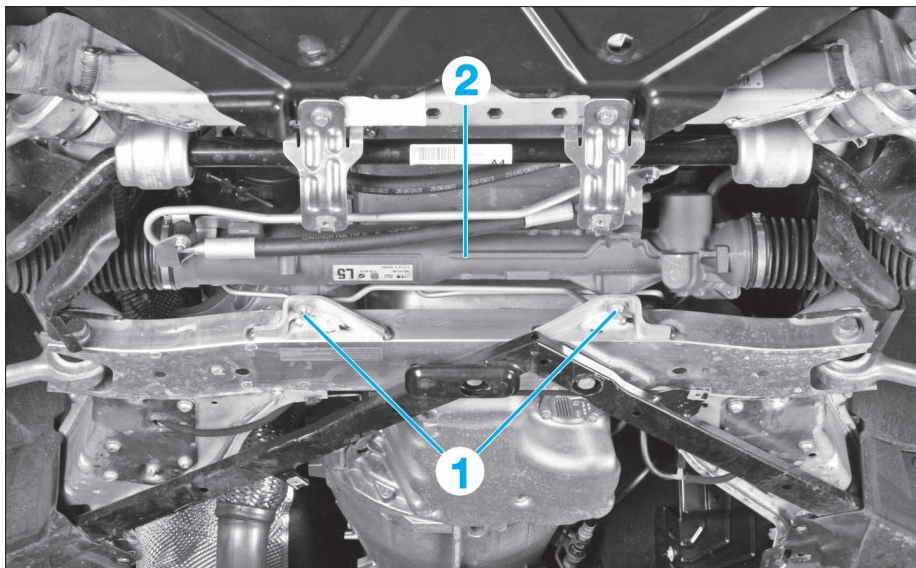

FIG. 14
- Retirer la conduite de pression (2) et la conduite de retour (3) au niveau du boîtier de direction.
- Déposer les écrous et retirer les vis (1) par le bas (Fig.14).
- Sortir le boîtier de direction (2) par l'avant.